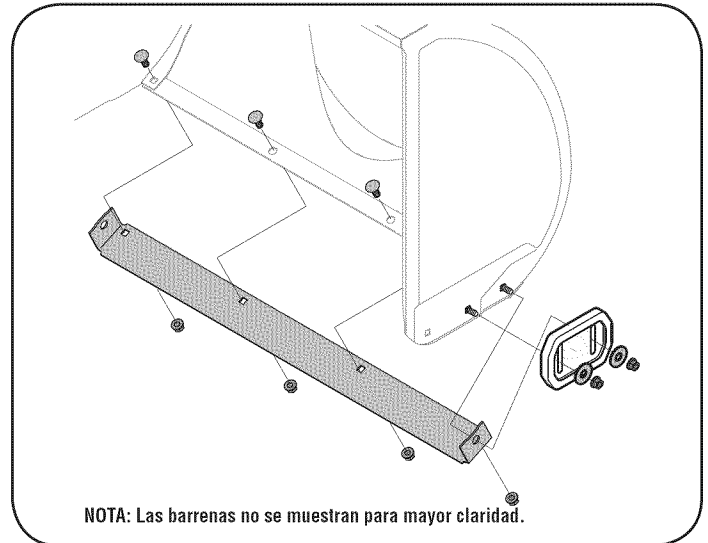

Figura 17
2. Monte las nuevas zapatas antideslizantes con cuatros pernos de carro (dos en cada lado), arandelas, y las tuercas de brida hexagonales. Consulte la figura 17.